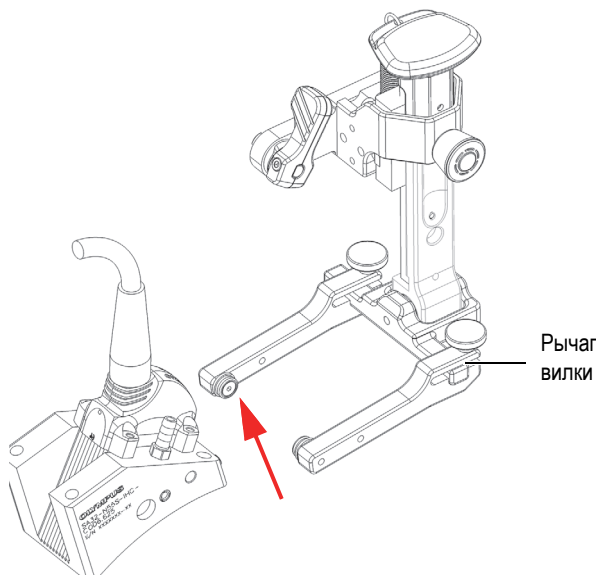

Рис. 2-14 Выравнивание отверстия призмы со штифтом рычага вилки
3. Чтобы заново установить ПЭП/призму, совместите позиционирующие отверстия призмы со штифтом рычага вилки, который не выдвигается (Рис. 2-14 на стр 50).